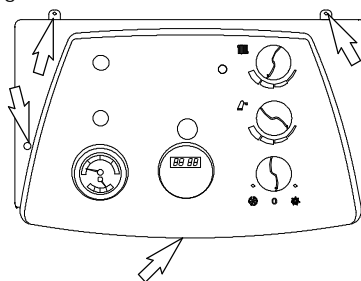

fig. 3.11
- 2 svitare le viti del pannello comandi indicate in fig. 3.11 e rimuovere il frontale.